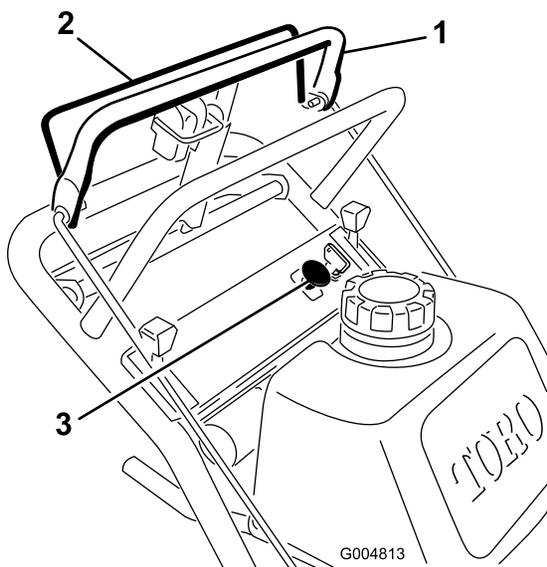

Figura 9
- Libere la barra de control superior para parar la máquina (Figura 9).
- Para engranar la cuchilla, apriete la barra de control de las cuchillas contra la barra de control superior (Figura 9).
Suelte la barra de control de las cuchillas para desengranar las cuchillas (Figura 9).